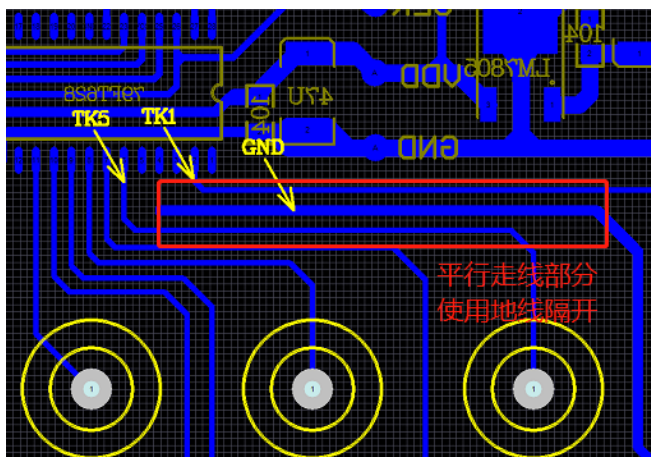

图 16 合理的走线方式
9) 使用 CMS79FT61x、CMS79FT62x、CMS79FT62xB 和 CMS89FT6xx 系列芯片时，多按键走线需注意触摸模块间的相互影响， TK_n 、 TK_{n+4} 、 TK_{n+4+4} 避免相互平行走线，存在平行走线部分可使用地线隔开。（例：TK1、TK5、TK9 不能平行走线，TK2、TK6、TK10 不能平行走线）如图 16、17 所示：